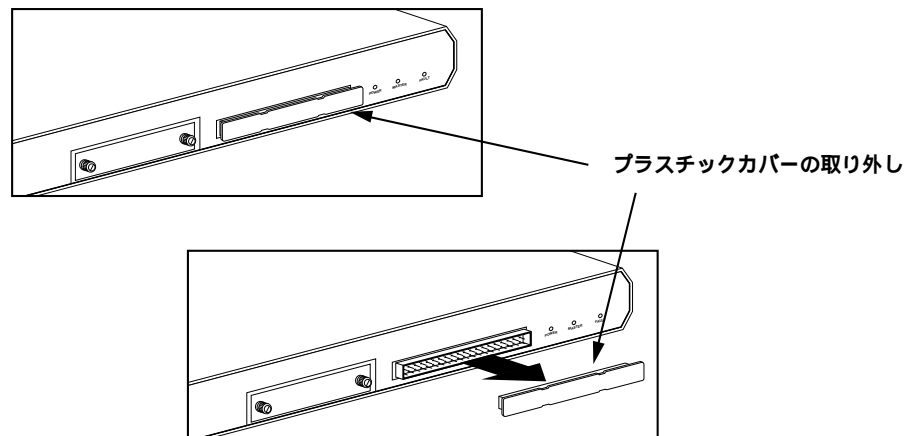

図3.4 プラスチックカバーの取り外し
1. 各TSシリーズハブには、静的負荷、あるいはコネクタピンへのダメージを防ぐために、接続用バスコネクタのポート（TSシリーズハブの背部）上にプラスチックカバーが付いています。ハブモジュールを専用シャーシに設置する前に、プラスチックカバーを取り外してください（図3.4を参照）。